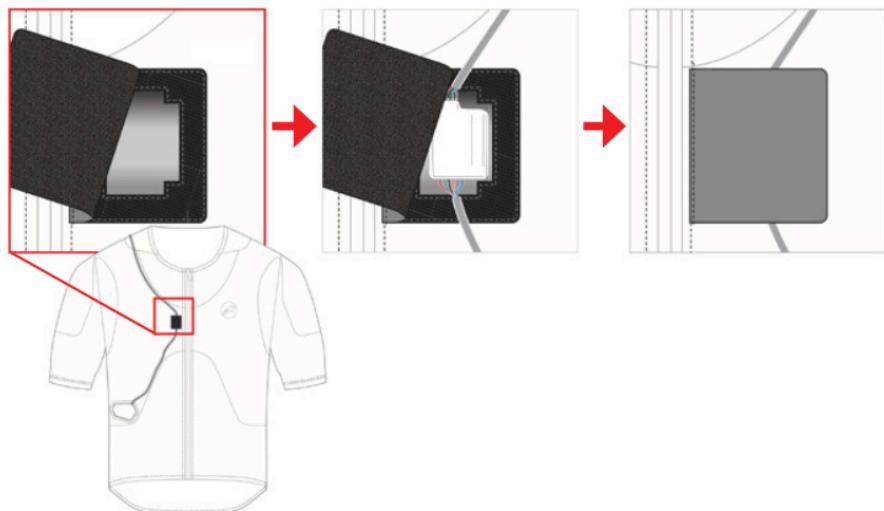

図26：LEDディスプレイ（3）と起動ジップ（2）の取り付け
1. LEDディスプレイ（3）と起動ジップ（2）の取り付け - LEDディスプレイ（3）をケースのスロット内に再度挿入し、起動ジップ（2）をポケット内に元に戻します。起動ジップ（2）をケース内に正しく配置し、図26に示すようにマジックテープがしっかりと閉じていることを確認してください。